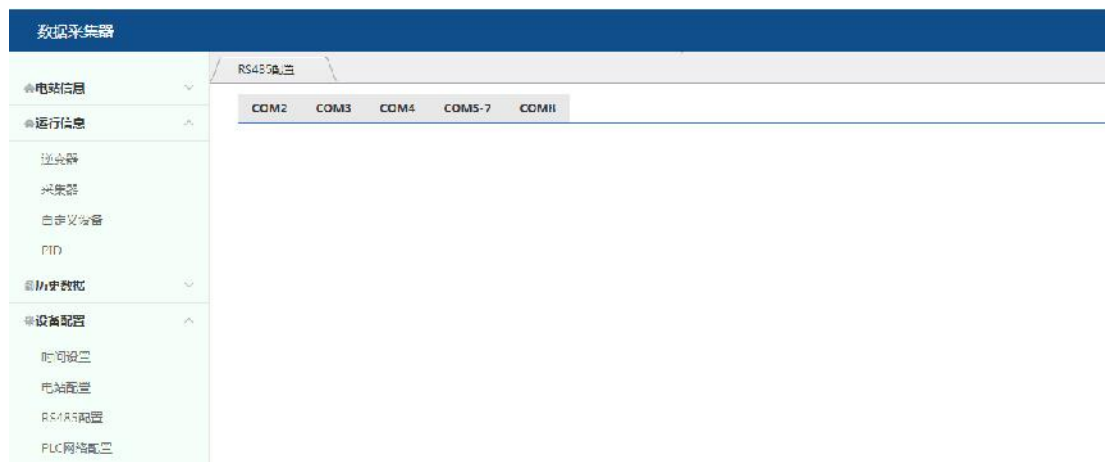

图 5.9
1. 点击导航栏【设备配置】->【RS485 配置】，打开配置页面，如图 5.9 所示：